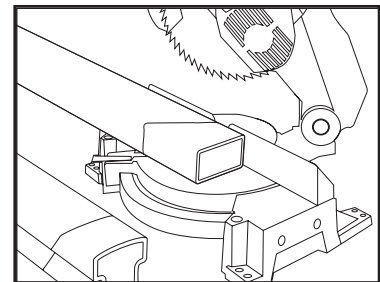

Fig. 2
3. Tienda el riel inferior al lado de los postes u otras superficies de montaje con los agujeros para los balaustres mirando hacia arriba. Para las secciones de 8 pies, verifique que el bloque de soporte esté instalado firmemente en la huella de la escalera. El riel debe extenderse más allá de la superficie de montaje en la parte superior e inferior de las escaleras. Asegúrese de colocar el primer agujero de balaustre en cada extremo del riel a la misma distancia de la superficie de montaje. **NOTA: Si los agujeros para el balaustre caen dentro o directamente a lado de una superficie de montaje, deslice el riel aproximadamente 5 cm (2") en cualquier dirección para alinear los agujeros para balaustre en forma uniforme entre las superficies de montaje. Cuando haya colocado el riel correctamente en posición, marque y corte al largo y al ángulo. (Fig. 2)**
4. Tienda la baranda al lado del riel inferior, asegurándose que los agujeros para balaustres estén alineados, corte al largo y al ángulo. (FIG. 2)